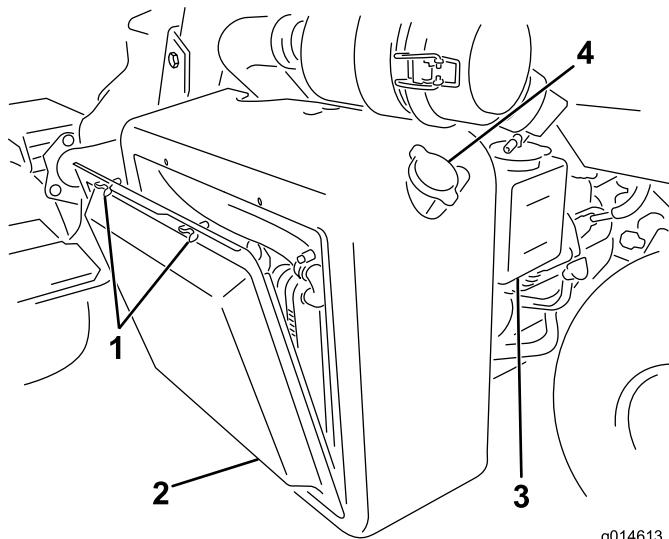

Figura 50
1. Rimuovete la griglia del radiatore (Figura 50).